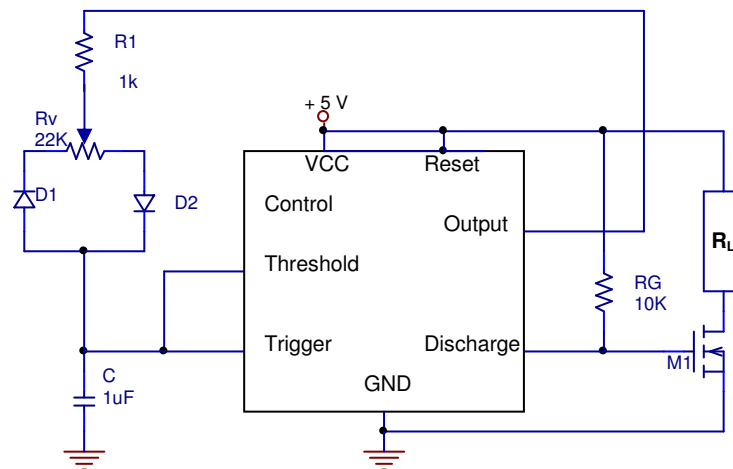

Figura 6. Circuito "Mistério 1"
**a)** Monte o circuito da figura 6. Capture formas de onda que justifiquem o funcionamento do circuito. Confirme ou atualize a análise feita na preparação.